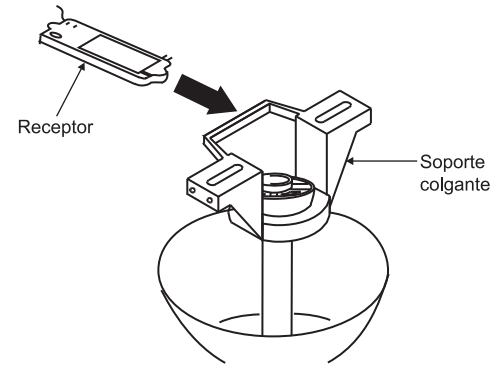

Fig. 12
**Paso 1.** Inserte el receptor en el soporte de montaje para cielorraso con el lado plano del receptor mirando al techo. (Fig. 12) Para un mejor desempeño, asegúrese de que la antena negra, al final del receptor, permanezca extendida y no se enrosque con ningún cable eléctrico.